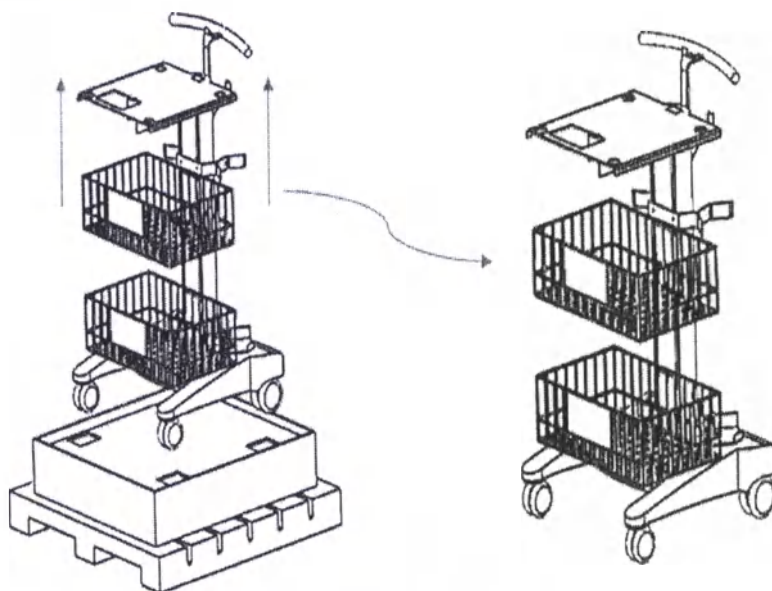

Рис. 4.2. Извлечение из упаковки
- 4.2 Достаньте тележку iCart из упаковки, потянув за верхнюю полку, пока ролики не выйдут из нижней части упаковки. Поставьте тележку iCart на пол, см. рис. 4.2.